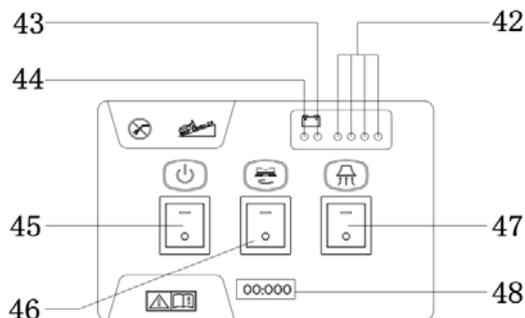

Abbildung 2
**BEDIENSFELD (wie in Abbildung 2 dargestellt)**